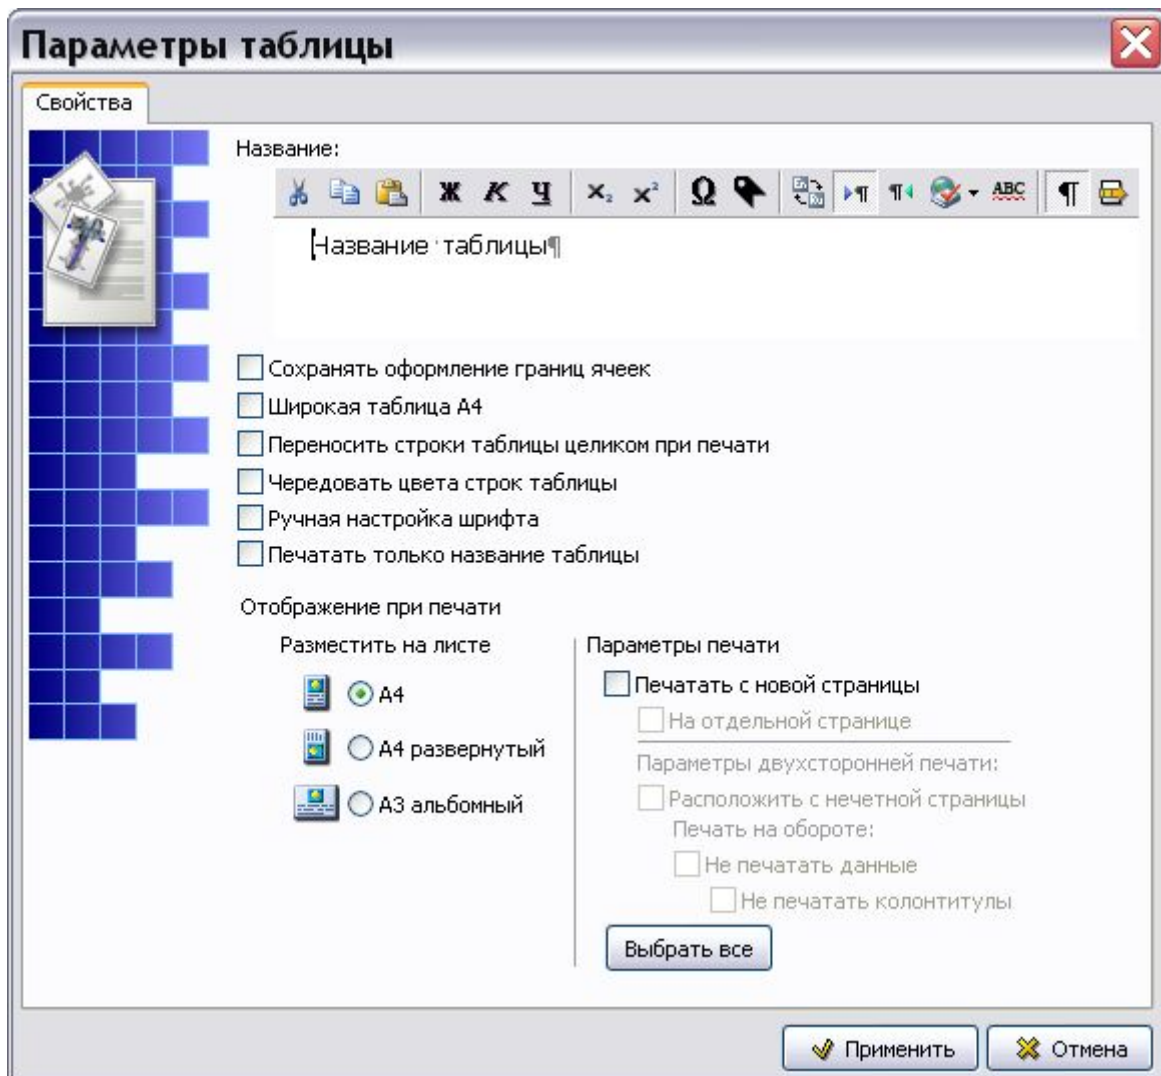

Рис. 3.67
3. В контекстном меню выберите команду **Добавить таблицу**. При этом появится диалоговое окно **Параметры таблицы** (Рис. 3.67).
- При выборе вида таблицы **С заголовком** появится диалоговое окно **Параметры таблицы** (Рис. 3.67).
На вкладке **Свойства** введите следующие свойства таблицы (Рис. 3.67):